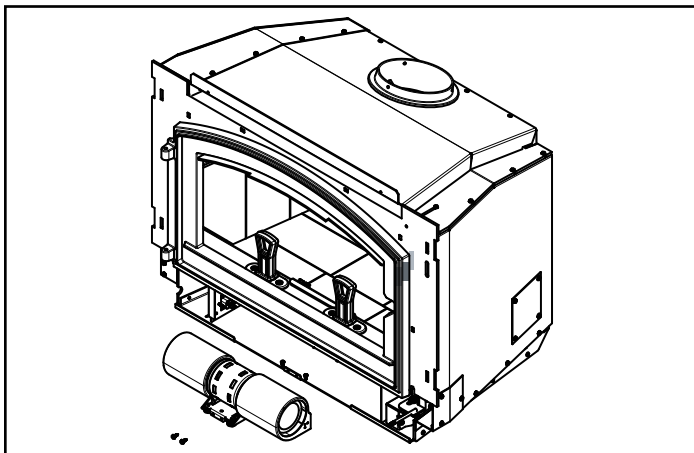

Figure 22.2
4. Déconnectez les fils du ventilateur (Figure 22.2).